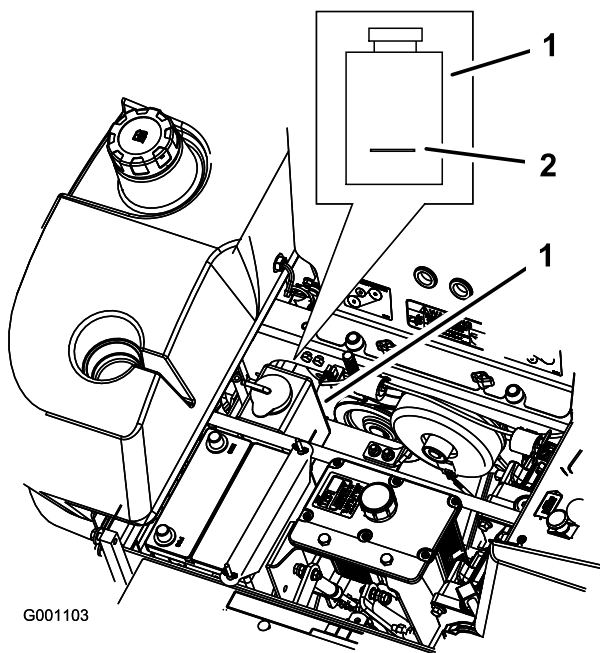

Bild 52
3. Überprüfen Sie bei abgekühltem Motor den Stand des Überlaufgefäßes. Der Flüssigkeitsstand muss mindestens das Niveau der an der Außenseite des Überlaufgefäßes angebrachten Markierung haben (Bild 52).
4. Ist der Kühlmittelstand zu niedrig, so wird ein 50/50 Gemisch aus Frostschutzmittel/Dex-Cool® und Wasser in das Überlaufgefäß gegeben (Bild 52).
5. Geben Sie das 50/50 Kühlmittelgemisch in das Überlaufgefäß bis zur am Gefäß angebrachten Markierung (Bild 52).